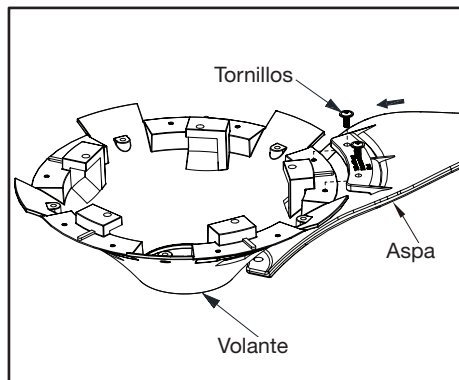

Figura 5
1. Fija las aspas al volante alineando las muescas de las aspas con el poste de alineación en el volante y coloca las aspas en el volante. Asegura con los tornillos pero no los aprietes completamente. (Figura 5)